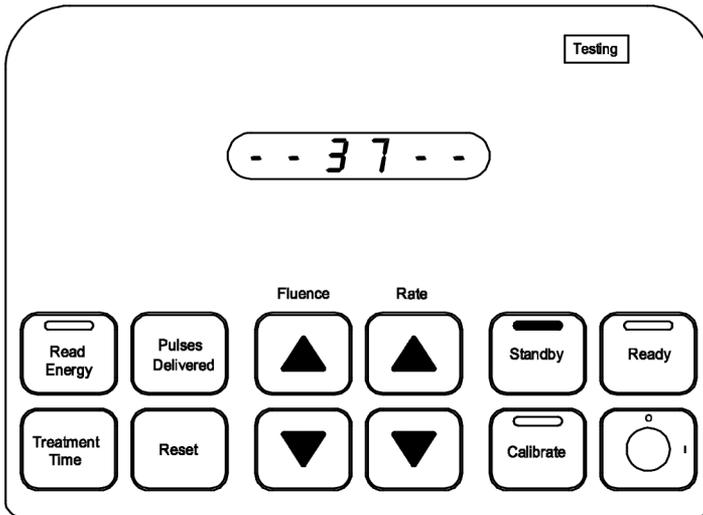

Figura 2
3. Al final de la prueba de las lámparas, se iluminan **Standby** y **Testing** (figura 2). Se mostrará el número de versión del software después de la prueba de las lámparas.